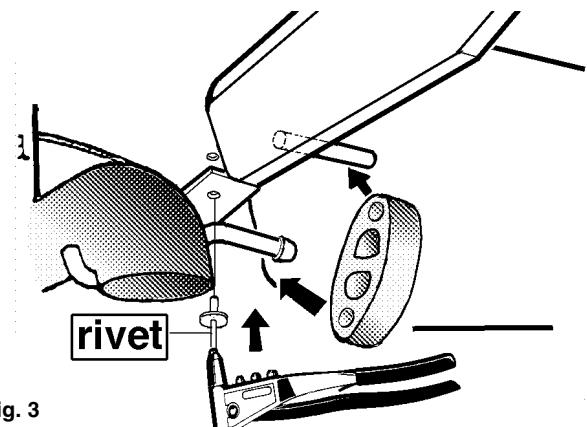

Fig. 3
- Plaats de trekhaak onder het voertuig en bevestig links t.p.v. de punten A twee bouten M12x40 inclusief veerringen. Bevestig t.p.v. punt B één bout M12x40 inclusief veerring en contra E. Bevestig rechts t.p.v. de punten C twee bouten M12x40 inclusief sluit-, en veerringen. Bevestig t.p.v. punt D één bout M12x40 inclusief sluit-, veerring en contra E. Zet het hitteschild d.m.v. de meegeleverde popnagel overeenkomstig fig.3 vast. Boor hiertoe het bestaande gat in het hitteschild ø5.5mm via de onderzijde in het chassis. Hang de uitlaat in het uitaattrubber welke is bevestigd aan de trekhaak. Herplaats de bumper. Denk om de bedrading! Zet de bumper vast m.b.v. de meegeleverde popnagels en losgedingen.
- Die Anhängervorrichtung unter dem Fahrzeug anlegen und links bei den Punkten A zwei M12x40-Schrauben einschließlich Federringen anbringen. Bei Punkt B eine M12x40-Schraube einschließlich Federring und Gegenplatte E befestigen. Rechts bei den Punkten C zwei M12x40-Schrauben einschließlich Unterlegscheiben und Federringen montieren. Bei Punkt D eine M12x40-Schraube einschließlich Unterlegscheibe, Federring und Gegenplatte E anbringen. Das Hitzeschild mit Hilfe der mitgelieferten Hohlriete gemäß Abbildung 3 befestigen. Dazu das vor-
- Hak holowniczy pośrodku pod pojazdem i przyczepuj z lewej strony w punktach A przy pomocy dwóch śrub M12x40, wraz z podkukadkami sprząstymi. W punkcie B przykruć śrubę M12x40 wraz z podkukadkiem sprząstym i przeciwnakrętką E. Z prawej strony w punktach C umieść dwie śrubę M12x40 wraz z podkukadkami i podkukadkami sprząstymi. W punkcie D przyczepuj śrubę M12x40 wraz z pierścieniem, pierścieniem sprząstym oraz przeciwnakrętką E. Przymocuj osunie termiczne przy pomocy załączonego nitu drążonego, zgodnie z rys. 3. W tym